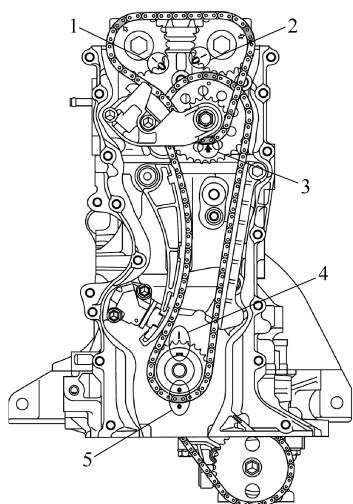

图 6-44 正时链安装相关标记
- 5) 顺时针转动曲轴至符合下列条件 (图 6-44)。
- ① 曲轴上的键与缸体上的标记匹配。
- ② 张紧轮上的箭头标记指向上方。
- ③ 凸轮轴链轮上的标记与气缸盖上的标记匹配。
- ④ 曲轴链轮上的标记与下曲轴箱上的标